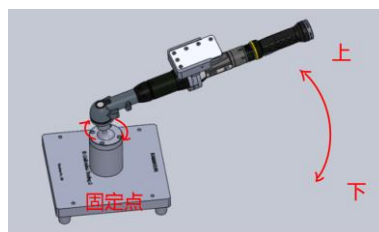

图 4-16 标定示意图
5. 确保电枪枪头不移动的情况下，围绕着固定点旋转电枪，水平旋转的同时要上下大幅度摆动电枪，如图 4-16 所示。